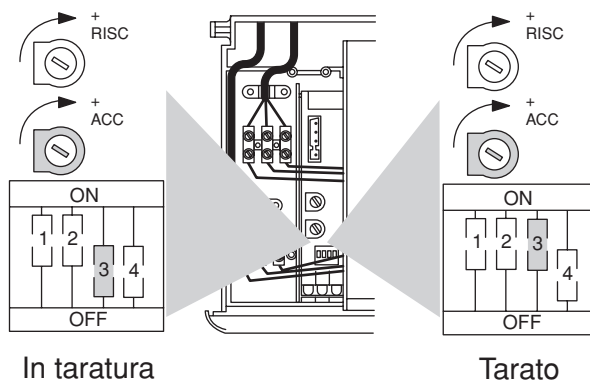

fig. 7
- 10) Azionare il selettore di funzione n° 3 spostandolo in OFF (fig.7) e regolare la pressione al bruciatore agendo con un cacciavite nel potenziometro "ACC" riferendosi al dato di "Pressione di accensione capitolo Dati per la regolazione gas" (parte seconda).